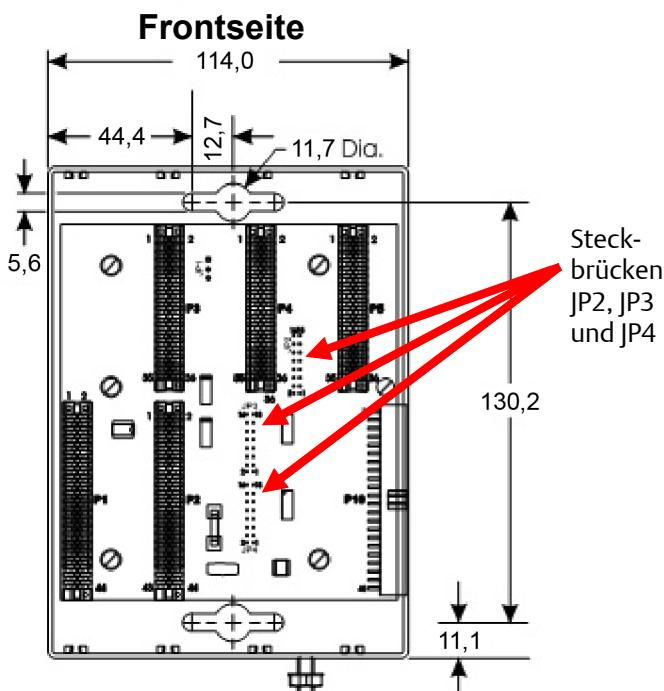

Abbildung 2. Abmessungen des ControlWave Micro-Basisgehäuses mit 4 Steckplätzen (in Millimetern)
- Basisgehäuse. Das Basisgehäuse wie gewünscht auf der Gehäusemontageplatte positionieren und unter Verwendung des ControlWave Micro als Schablone die Montagebohrungen auf der Platte ermitteln. Abmessungen siehe *Abbildung 2*. Montagebohrungen mit einem Gewindebohrer in der Platte anbringen. Den ControlWave Micro auf die Gewindebohrungen setzen und mit vier Schrauben (nicht im Lieferumfang enthalten) befestigen. Die Schrauben mit einem Drehmoment von etwa 1,1 bis 1,4 Nm anziehen.
Hinweis: Wenn ein Erweiterungsgehäuse an einem Basisgehäuse mit 4 oder 8 Steckplätzen angebracht wird, die drei Busabschlüsse (JP2, JP3 und JP4, siehe *Abbildung 2*) an der Rückseite des Basisgehäuses mit 4 oder 8 Steckplätzen entfernen.
Basisgehäuse verfügen über eine Erdungsklemme (siehe Abbildung 2), die Kabel mit einem Durchmesser bis zu 5,19 mm (4 AWG) aufnehmen kann. Nach Installation des Basisgehäuses und allen Erweiterungsgehäusen und vor der Installation von Modulen im Basis- oder Erweiterungsgehäuse muss ein Erdungskabel zwischen der Erdungsklemme des Basisgehäuses und einer zuverlässigen Erdung verlegt werden. Bei allen Erdungen darf die Impedanz des Stabs bzw. des Netzes zwischen Erdung und Masse maximal 2,0 Ohm betragen, gemessen mit einem Erdungsprüfgerät. Der Erdleiter sollte einen Widerstand von maximal 1,0 Ohm zwischen der Gehäusemasse des ControlWave Micro und dem Erdungsstab oder Erdungsnetz aufweisen.